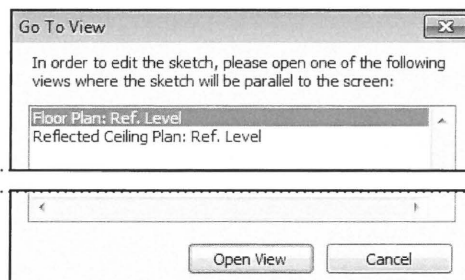

Fig. 04.24. Vælg et andet *View*, end det du befinder dig i nu.
- Revit åbner nu en *Go To View* dialogboks, fordi du står i et *View*, hvor man ikke kan redigere objektet. Revit beder dig derfor vælge et andet *View* at tegne i (Fig. 04.24).
- Vælger du *Floor Plans: Ref. Level* og trykker *Open View* (Fig. 04.24). Ender du med det samme udgangspunkt som sidst (Fig. 04.25).